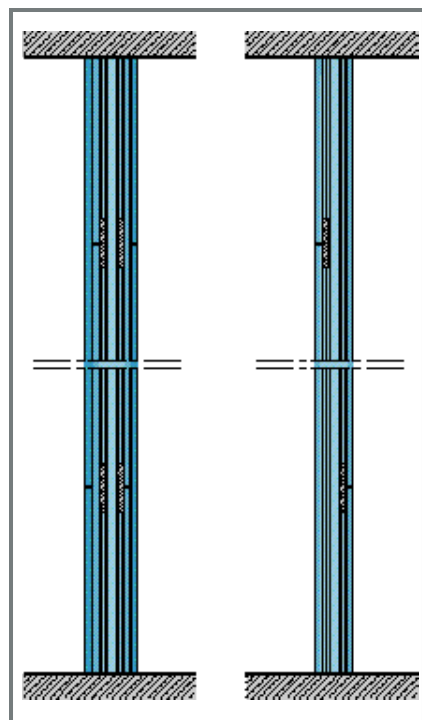

Fig.11 - Joints horizontaux décalés et protégés
- Degré coupe-feu 2 heures ou parement monoplaque, mise en place de languettes et porte-languettes et vissage des plaques sur les languettes à l'aide des vis TTPL (figure 11 et 12).